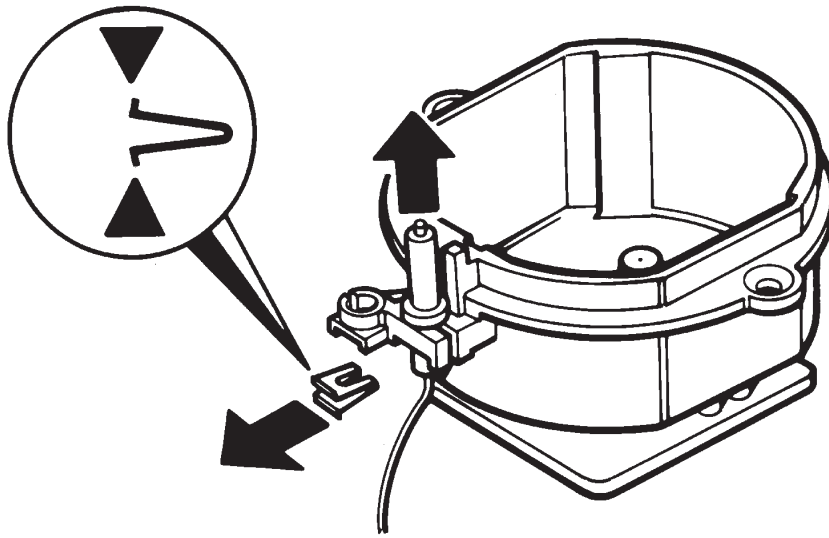

Fig. 17
- 4 Retirez la pince à ressort retenant l'électrode au corps du brûleur (Voir Fig. 17) et retirez l'électrode et le câble.